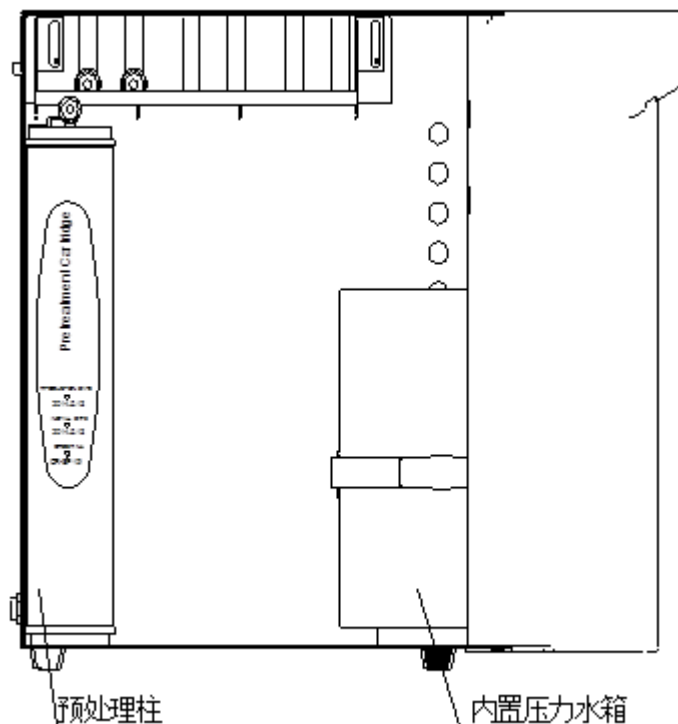

图8 处理柱位置图
A. 拧松左侧门板后方的两个螺丝，按下左门上的两个搭扣，往外拉的同时往上提起，拿掉门板。露出要调换的预处理柱，如图8